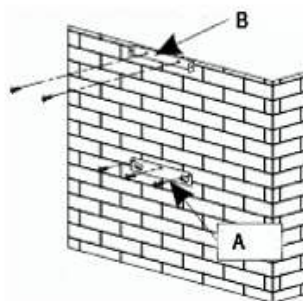

fig. 1
A sua instalação possui uma saída para o exterior (fig. 1)
- Trace na parede os 3 orifícios que tem de fazer utilizando o gancho de suspensão do exaustor fornecido e respeitando a distância aconselhada (peça A da fig. 1).
- Fixe o suporte de fixação do exaustor, certificando-se de que fica totalmente nivelado (peça A fig. 1).
- Calcule a altura final para fixar o apoio em U do suporte da chaminé (peça B da fig. 1).
- Faça os 2 orifícios de 8 mm e fixe o apoio do suporte da chaminé certificando-se de que fica exactamente no eixo do exaustor (peça B da fig. 1).